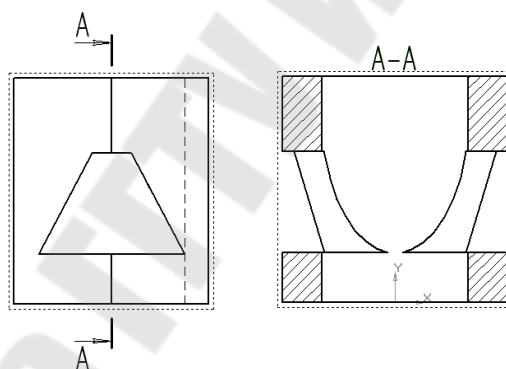

Рис. 105
3. Для построения профильного разреза (рис. 105) начертим линию разреза *A-A* на главном виде с помощью кнопки  **Линия разреза**.